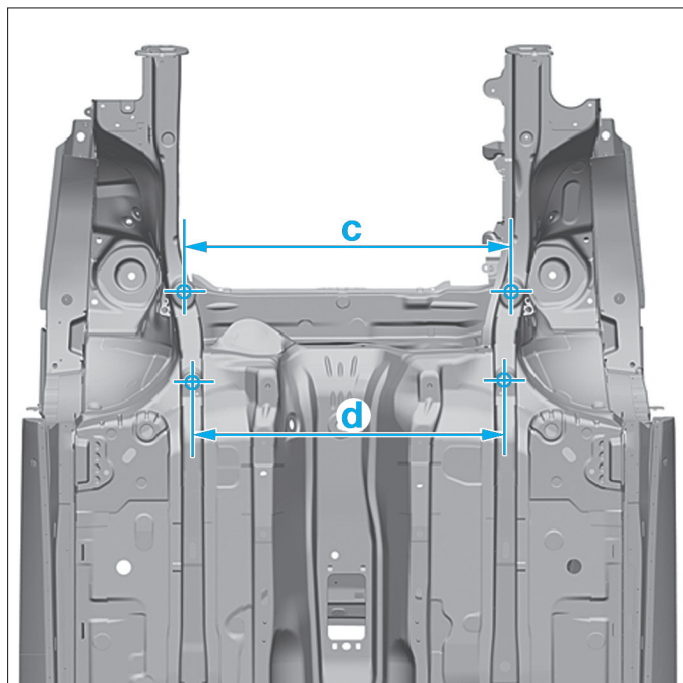

FIG.8
- Pour le dragage et le perçage des pièces de rechange de la fixation des amortisseurs à l'aide des pièces 15-16-17-18-19 (Fig.8).